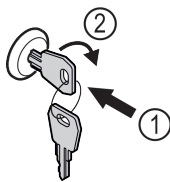

Fig. 172
- ▶ Вставьте ключ Fig. 172 (1).
- ▶ Поверните ключ на 90° по часовой стрелке Fig. 172 (2).